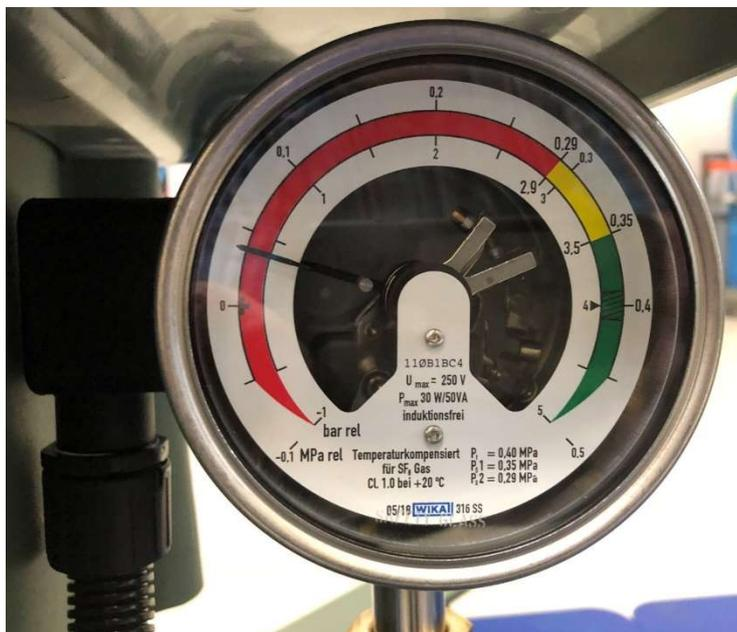

Bild 1: Dichtewächter Typ GDM-100
- Typ WIKA GDM-100 (s. Bild 1):
Am Boden des Klemmenkastens – Schutzgrad IP54 - befindet sich eine 295 x 55mm große abnehmbare Blindplatte (s. Bild 1) zum Einführen von Kabeln bis max. 26 mm Durchmesser. Zusätzlich existiert am Klemmenkasten ein Belüftungsloch mit einem Sieb.